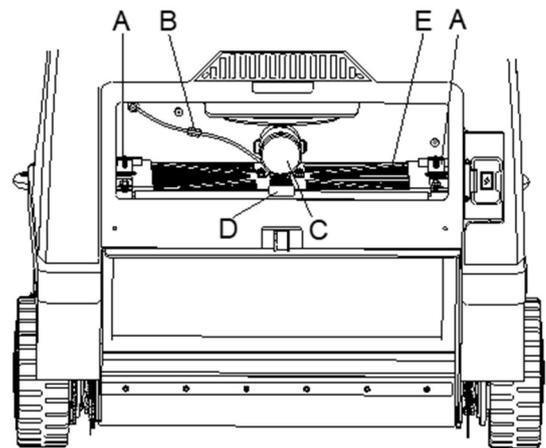
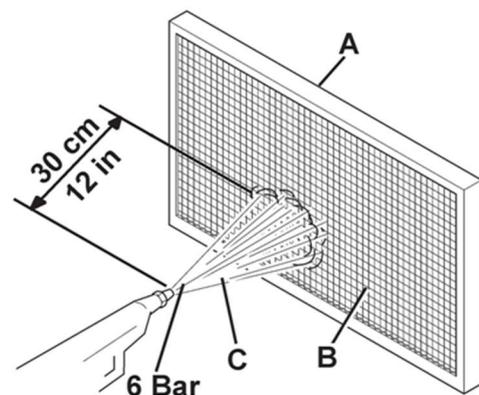

Рис. 31
Рис. 32
7. Отверните ручки (А, рис. 31).
8. Отсоедините разъем (В, рис. 31) электродвигателя встряхивателя фильтра (С, рис. 31).
9. Снимите крепежную раму пылевого фильтра (D, рис. 31).
10. Снимите пылевой фильтр (Е, рис. 31).
11. На открытой площадке очистите фильтр, встряхнув его на ровной и чистой поверхности, постукивая по стороне (А, рис. 32), противоположной проволочной сетке (В, рис. 32). Завершите процедуру очистки, используя сжатый воздух (С, рис. 32) с максимальным давлением 6 бар (85 фунтов/кв. дюйм), продувая только стороны проволочной сетки (В, рис. 32) на расстоянии не менее 30 см. Соблюдайте следующие меры предосторожности в соответствии с типом фильтра:
- Установите фильтр (Е, рис. 31) с проволочной сеткой (В, рис. 32), направленной вверх.